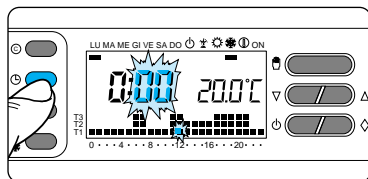

Fig. 17
3.2 - Premere il pulsante \ominus (fig.17).